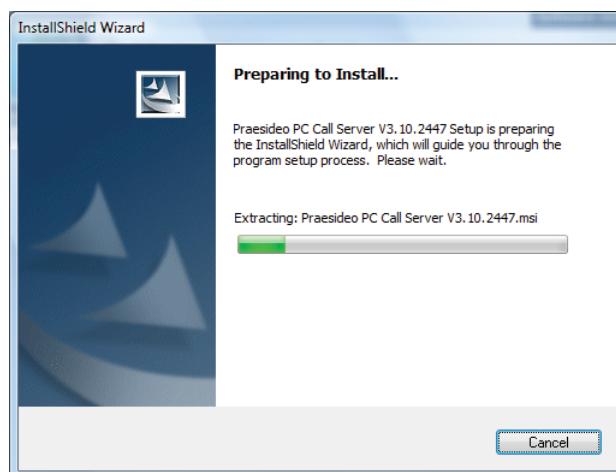

Abbildung 58.1: Setup-Programm für PC Durchsagen-Server
- 3 Klicken Sie auf der Schaltfläche *Öffnen*, um das Setup-Programm des *PC Durchsagen-Servers* zu starten. Es wird ein Bildschirm angezeigt, der Abbildung 58.1 ähnelt.
- 3 Klicken Sie auf die Schaltfläche *Öffnen*, um das Setup-Programm des *PC Durchsagen-Server Konfigurations-Client* zu starten. Ein Bildschirm erscheint, der dem in Abbildung 58.1 ähnelt, nun aber für den PC Durchsagen-Server Konfigurations-Client.